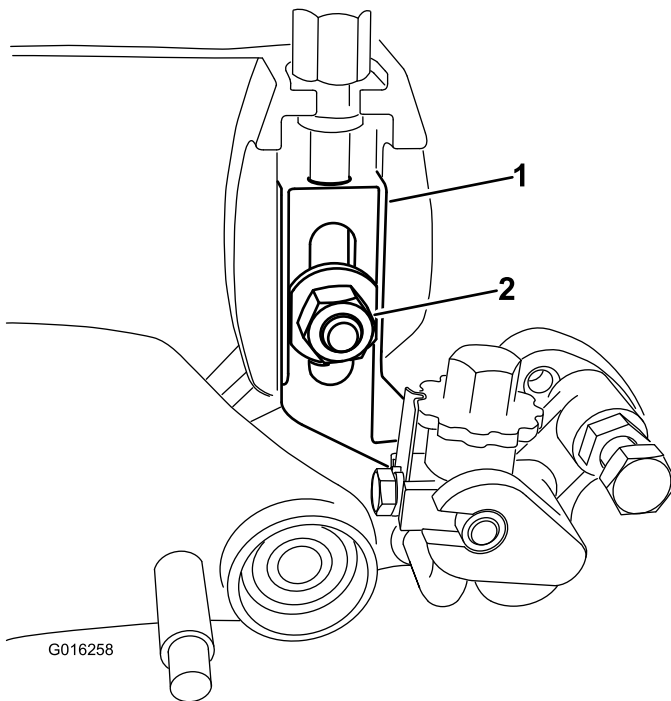

Figura 5
5. Retire o parafuso do arado, porca e anilha que prendem o conjunto do braço da altura de corte à placa lateral (Figura 5).